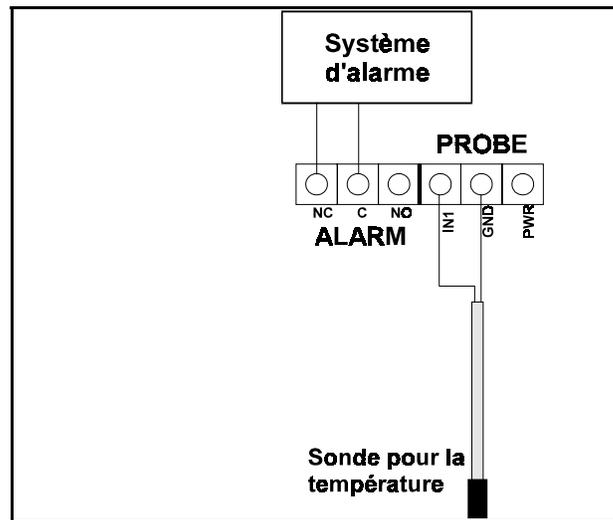
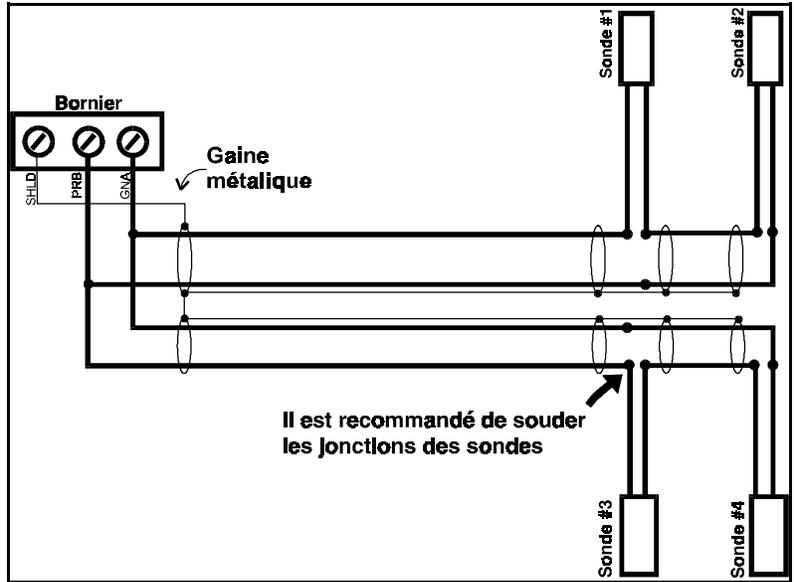

Fig. 3
Fig. 4
Les sondes pour la température utilisent un circuit bas voltage de classe 2. Les câbles (AWG#18 min) peuvent atteindre une distance allant jusqu'à 500 pieds (150 mètres). Pour les sondes plus longues que 10 pieds (3 mètres) utiliser un fil avec blindage d'aluminium (shield), le blindage doit être branché à la mise à la terre de l'alimentation. Les connexions d'une sonde pour la température sont illustrées à la figure 3 tandis que les connexions des sondes pour une moyenne de la température sont illustrées à la figure 4.
Installez la sonde pour la température dans un endroit qui reflète le plus possible la température de la pièce à climatiser. Branchez les deux conducteurs de la sonde pour la température aux bornes intitulées "Probe" du circuit imprimé de la base, (voir figure 3).
Quatre sondes pour la température sont nécessaires lorsque qu'une moyenne de la température est désirée pour une grande pièce. Placez les sondes dans des endroits appropriés afin d'avoir la meilleure moyenne possible de la température ambiante de la pièce (voir figure 4).
Faites les branchements normalement ouvert (NO) ou normalement fermé (NC) comme indiqués à la figure 3.